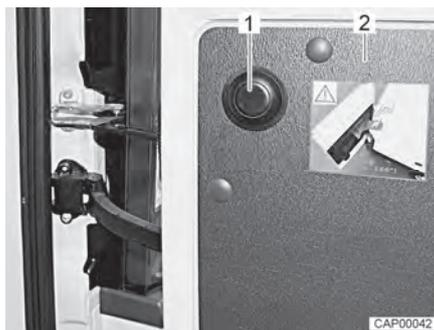

Fig. 17 Bottone a pressione per sbloccare la limitazione
- Aprire la porta di coda (Fig. 17,2) fino all'arresto.
- Premere il bottone a pressione (Fig. 17,1), tenere la porta di coda e aprirla ulteriormente con cautela.